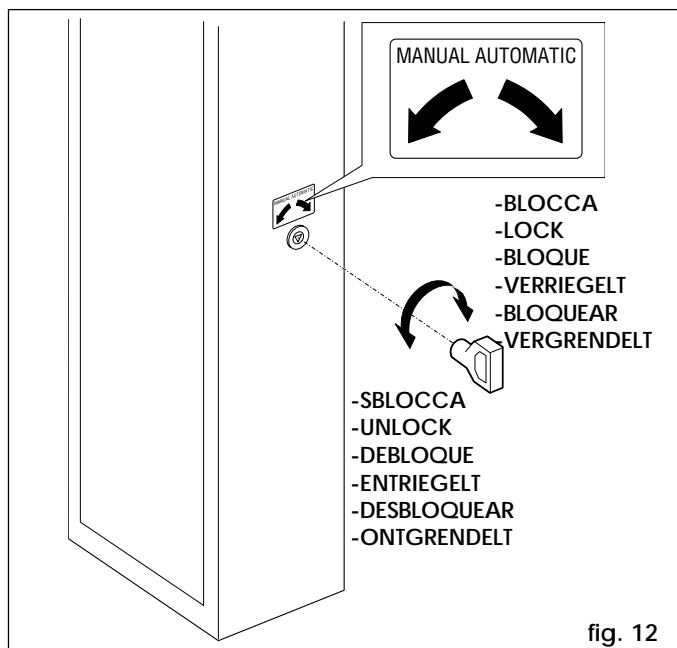

fig. 12
- Steek de driehoekige standaard sleutel (Fig.12) in het slot en draai hem 1 slag **tegen de klok in**.